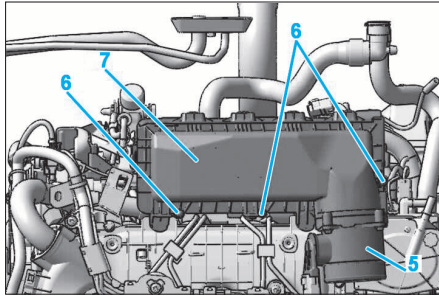

FIG. 51
- Déposer (Fig.51) :
- le débitmètre (5)
- les vis (6) du couvercle de filtre à air
- le couvercle du filtre à air (7)